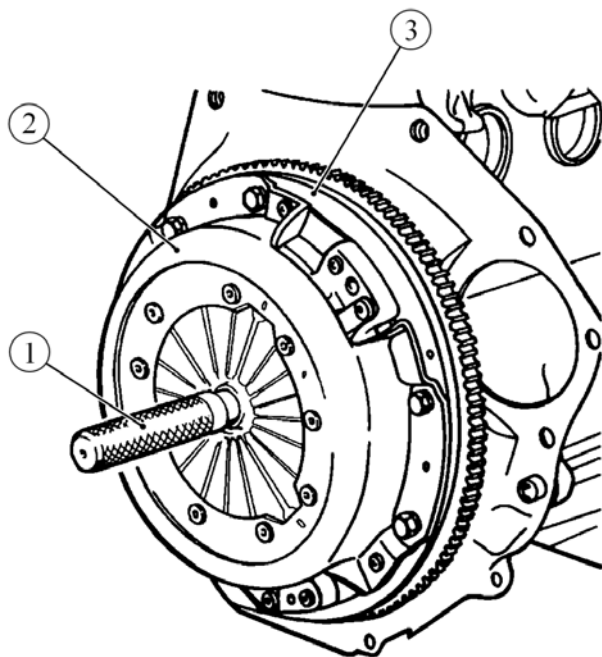

Рисунок 6 – Центрирование ведомого диска:
4.5 Установить оправку 1, рисунок 6, в ступицу ведомого диска и отцентрировать его относительно подшипника в торце коленчатого вала (оправка А.70081).